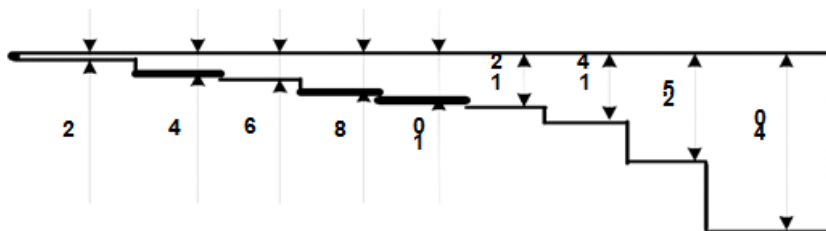

Рисунок 4.2 - Комбинированный образец для определения глубины фокуса
4.2.2 Глубину фокуса определяют экспериментально на плоскопараллельных образцах с различными толщинами. Можно использовать для этих целей один комбинированный образец (рис. 4.2).